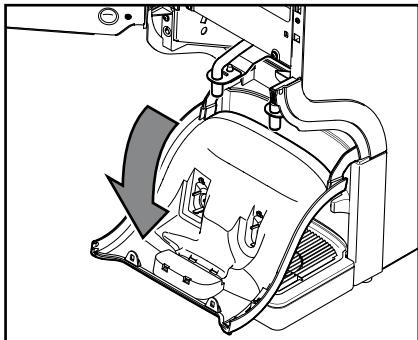

Рис. 36
- b. Откинуть вниз крышку, закрывающую выпуск для напитков. (Рис. 36)